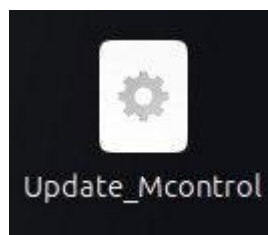

Рисунок II-71 – Файл «Update_Mcontrol»
- 2) запустите файл «Update_Mcontrol» на рабочем столе (см. Рисунок II-71);